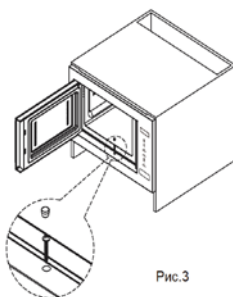

Рис.3
3. Откройте микроволновую печь и установите винт M4X35, вкрутив его в секцию, затем наденьте крышку винта, как показано на рис.3.